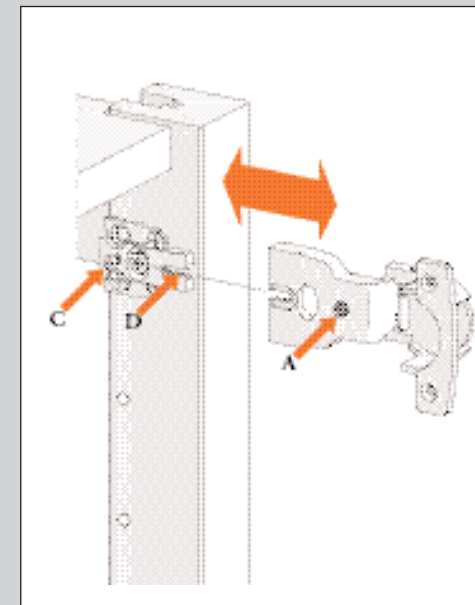

ABBILDUNG 6
5. Probieren Sie die Montage des Scharniers aus. Stellschraube A muss dabei in Rille D gleiten (siehe Abb. 6). Kontrollieren Sie, ob Schraube C genug gelöst wurde, um das Scharnier vollständig auf die Montageplatte schieben zu können.